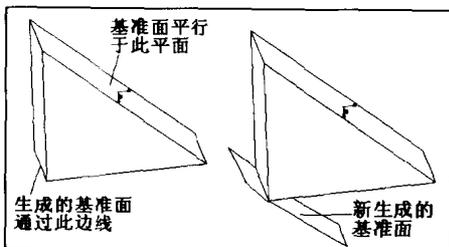

图1-4 以【Parallel】方式生成基准面
- **【Parallel】**: 利用此种方式可以生成一个平行于特征表面的基准面。**【Parallel】**通常和**【Through】**等方式结合使用, 使生成的平行基准面通过某一条边, 如图1-4所示。